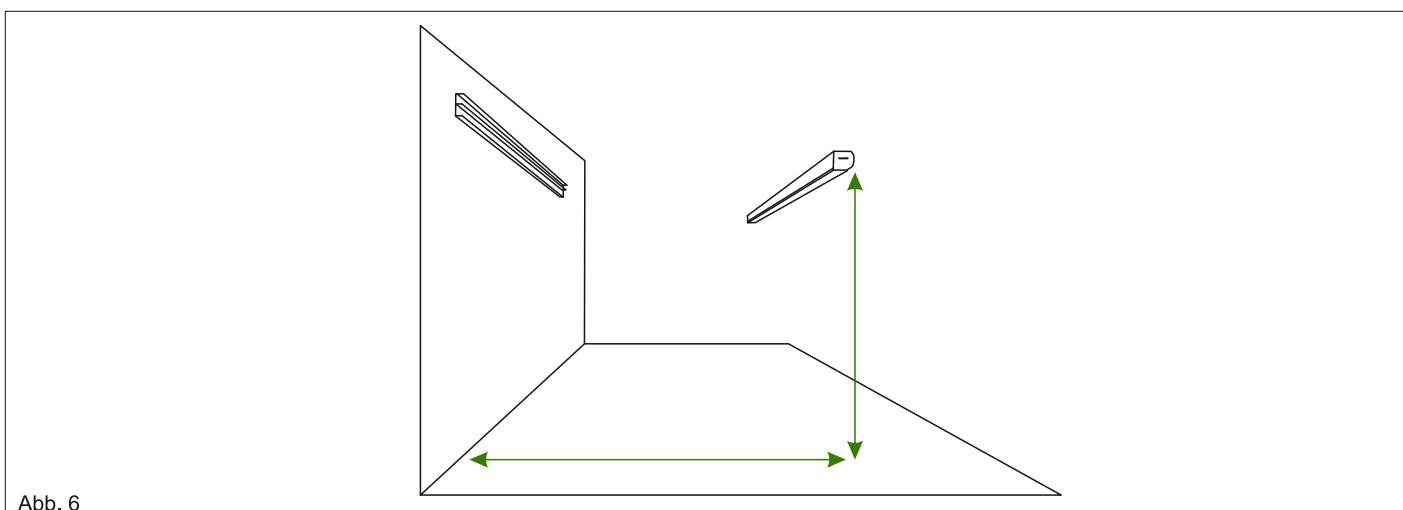

Abb. 6
2. Die fertig montierte Rinne soll auf die gewünschte Höhe gesetzt werden. Als mögliche Hilfswerkzeuge für diesen Vorgang eignen sich ganz gut die mobilen Lasthebeanlagen, Gerüste, Teleskop-Stützen oder Teleskop-Dreibeinstative. Wichtig dabei ist, dass die Höhenverstellung der Rinne in diesem Schritt, noch nachjustiert werden kann. Siehe Abb. 6.